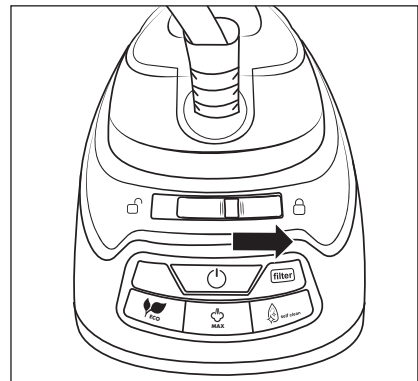

Fig. 8
- 4) Bloquee la plancha de vapor **1** deslizando el interruptor de bloqueo **15** hacia la derecha en dirección al símbolo **15** (bloqueado) (consulte la fig. 8).